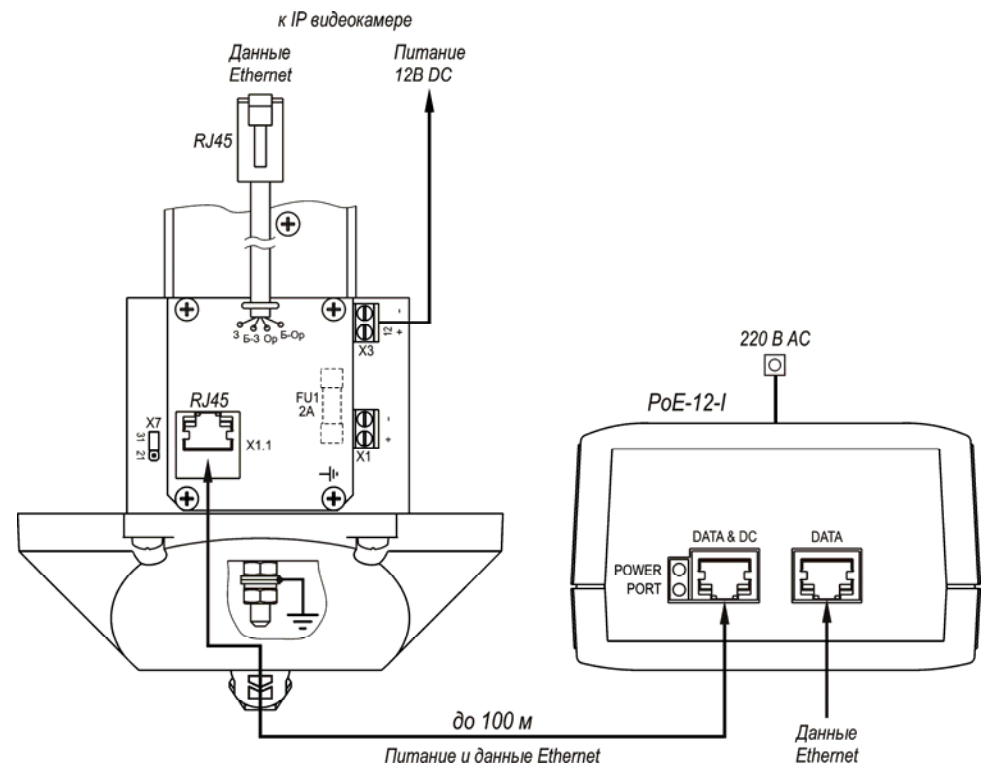

Рис.4 Схема подключения IP-видеокамеры
1. Кронштейн ТГБ-3 для крепления IP-видеокамеры ТВК-95 PoE на опоры  $\varnothing 115 \div 135$  мм (другой размер – под заказ). Монтаж кронштейна см. рис.4.
\* Предприятием изготовителем джампер X7 установлен в положение «31» - мощность обогрева 31 Вт, для изменения мощности на 21 Вт джампер X7 необходимо переставить в положение «21» (см. рис.4).
Через разъем «Data» (см. рис.4) осуществляется обмен данными по сети Ethernet.
5. При необходимости изменить мощность обогрева гермобокса, выкрутить 4 винта крепления задней крышки гермобокса, выдвинуть модуль видеокамеры из кожуха и установить джампер X7 в нужное положение (рис.4). Установить модуль видеокамеры обратно в кожух. Закрутить 4 винта крепления задней крышки с усилием  $5 \pm 0,5 \text{ Нм}$ .